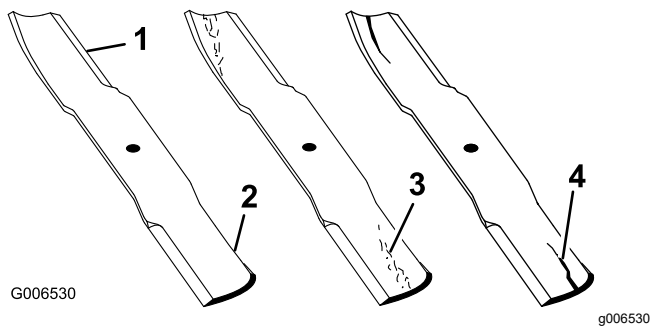

Figura 58
1. Controllate i taglienti (Figura 58).
4. Se notate incrinature, usura o scanalature in questa zona, montate immediatamente una nuova lama (Figura 58).